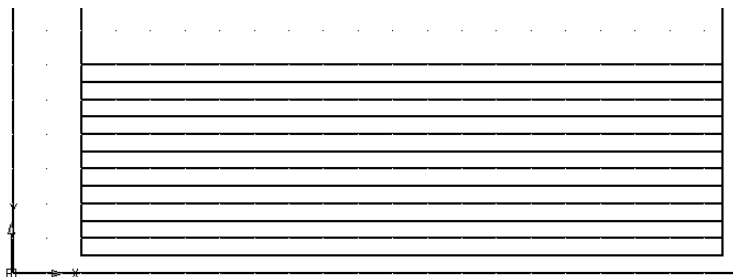

Рис. 4.18. Результат размножения отрезка массивом
- На чертеже будет построено десять дополнительных горизонтальных отрезков (рис. 4.18).